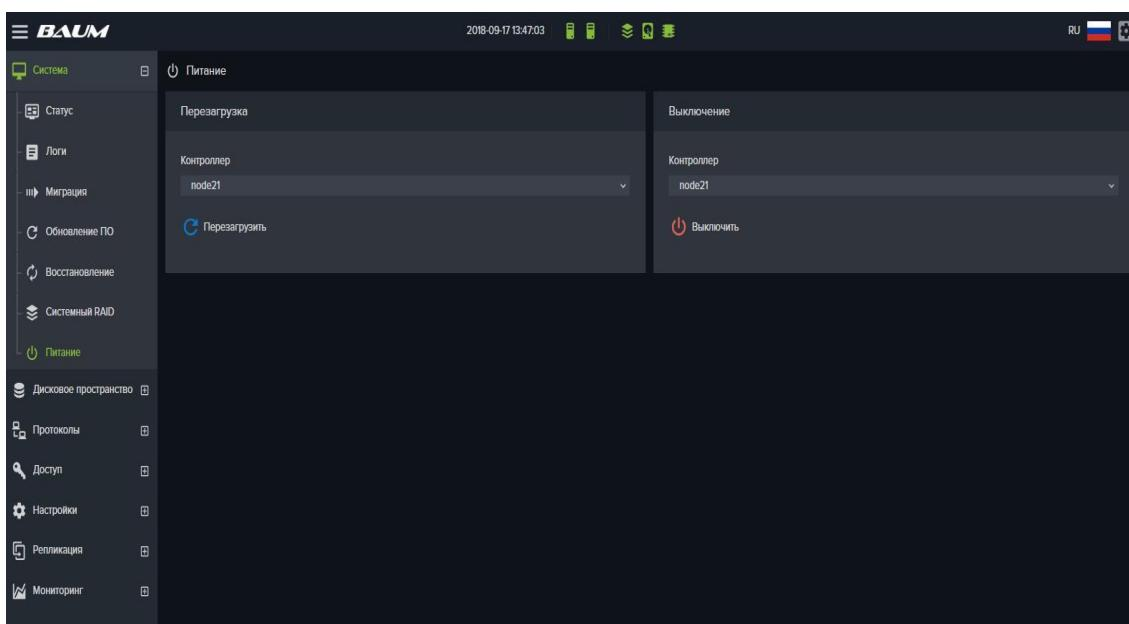

Рисунок 133. Окно управления питанием
- Перейти на вкладку меню «Система» → «Питание» (см. Рисунок 133);
- Перейдите на вкладку меню «Система» → «Питание» (см. Рисунок 133);